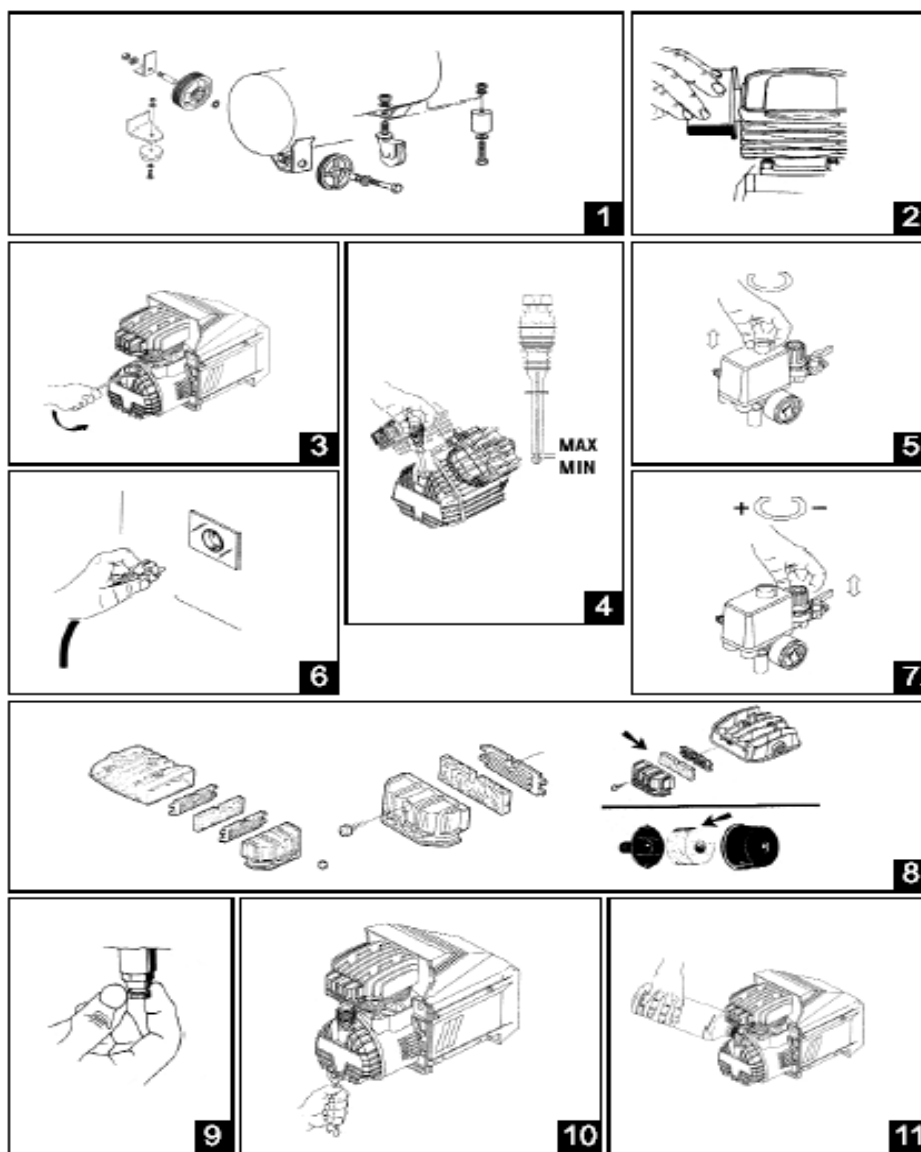

Рис. 3.
Установите на ресивер амортизаторы и колеса (если они предусмотрены моделью). Рисунок 3 (1)
Разблокируйте ручку регулятора давления, подняв ее вверх рисунок 3 (7).